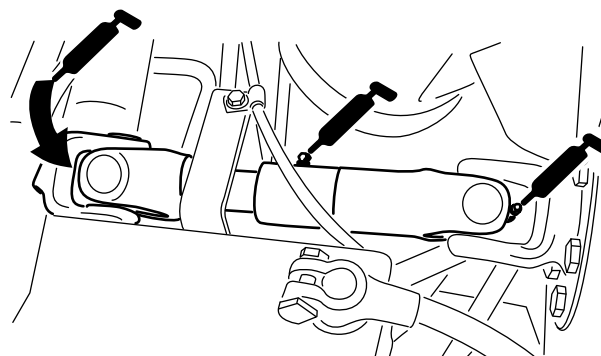

Figura 42
- Junta em U do veio de accionamento da bomba (3) (Figura 42)